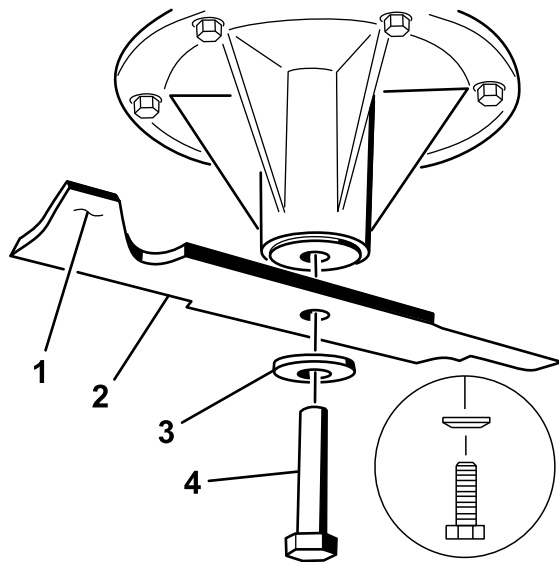

Figura 78
2. Retire del eje el perno de la cuchilla, la arandela curva y la cuchilla (Figura 78).
3. Si la cuchilla no está equilibrada, rebaje algo el metal en la parte de la vela solamente con una lima (Figura 78).